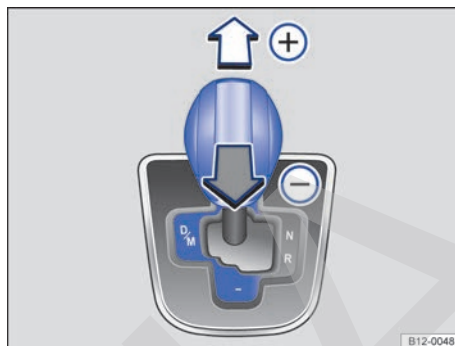

Fig. 89 Palanca selectora en la posición Tiptronic.
- Mueva la palanca selectora hacia adelante (+) o hacia atrás (-) para aumentar o reducir la marcha → fig. 89.